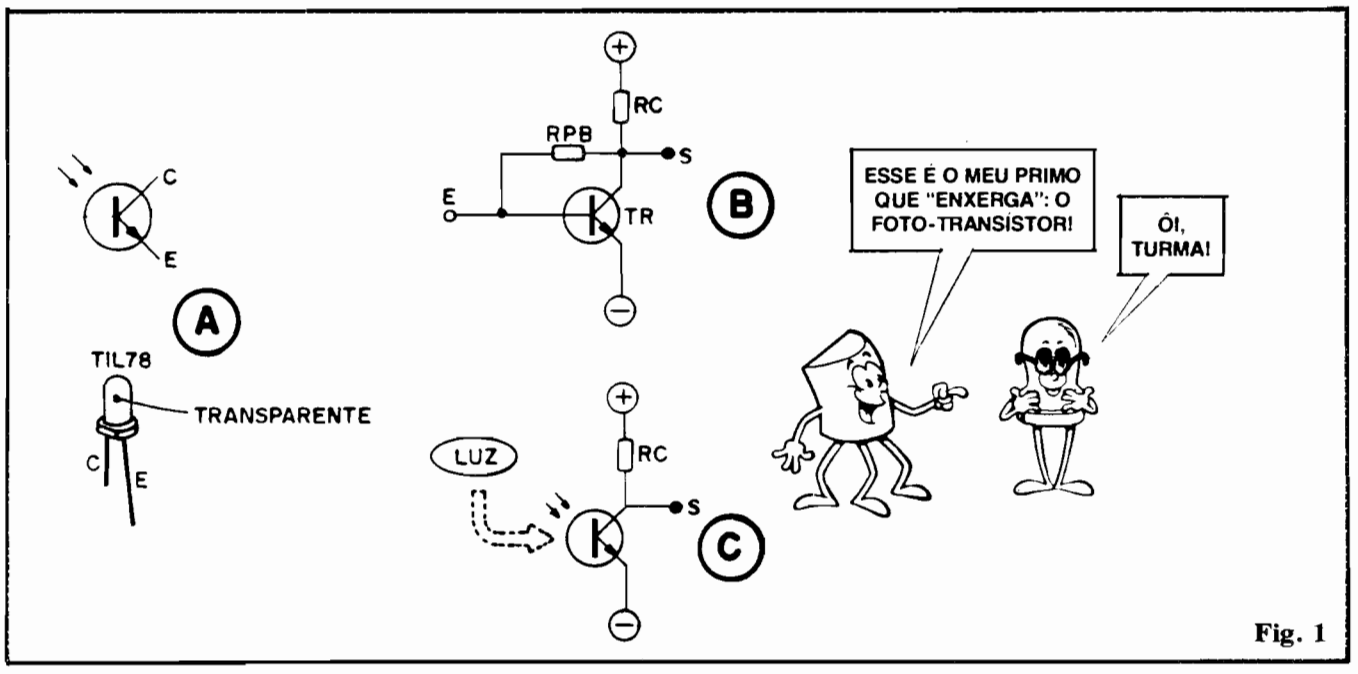

Fig. 1
- FIG. 1 - Em 1-A vemos o símbolo (em cima) e a aparência (em baixo) de um foto-transistor típico (TIL78). Notem que o foto-transistor mostrado **não tem** terminal de base e, ao seu símbolo, são acrescentadas aquelas "setinhas", vindas "de fora para dentro", indicando a necessária incidência da radiação luminosa, para a excitação do dispositivo. Muitos dos foto-transistores (como o exemplificado TIL78), externamente, "parecem" com um LED comum... A razão dessa semelhança é simples: um LED tem que ter um encapsulamento que permita a **passagem** da LUZ, gerada "lá dentro", para fora... Um foto-transistor também **tem que ter**
- FIG. 5 - Enfim, corretamente interligados, um LED mais dois transístores bipolares, **podem**, em muitos casos práticos, substituir **diretamente** um foto-transístor, conforme mostrado na fig. 1... O conjunto mostrado em 5-A pode receber ligações externas, como se o ponto "C" fosse o **coletor** de um foto-transístor, e o ponto "E" seu **emissor**! É bem verdade que **SENSIBILIDADE ESPECTRAL**, ou seja, relacionada à frequência ou cor da LUZ recebida, pode não ser tão boa, ou específica, quanto seria a de um foto-transístor "real"... Porém, em muitos circuitos práticos "não pretencio-